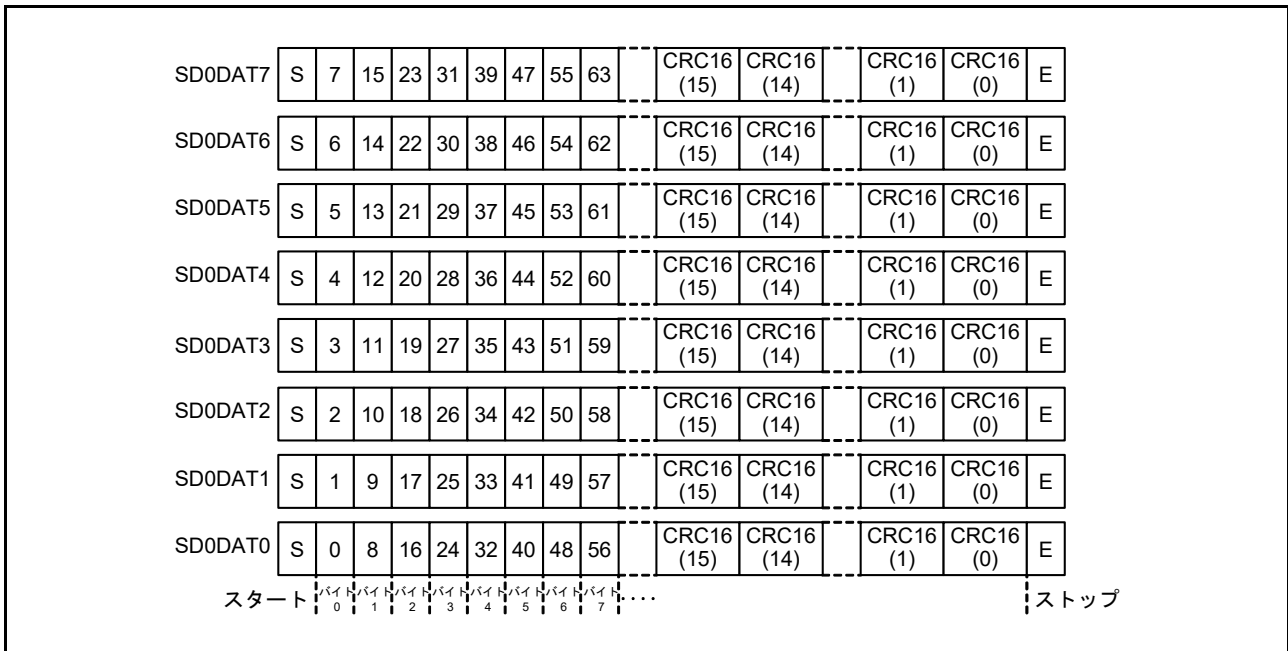

図 36.4 8ビット幅モードのSD0DAT
2. 受信データが MMC ホストインタフェースの SD\_BUF に格納される (図 36.4 を参照)。